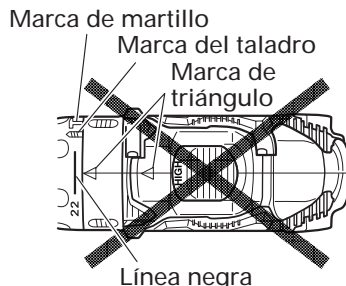

Fig. 22
- No utilice la unidad con el número de la tapa en "22" y la línea negra en el medio de la marca de taladro. Si lo hiciese, se podrían producir daños. (Consulte la Fig. 22)